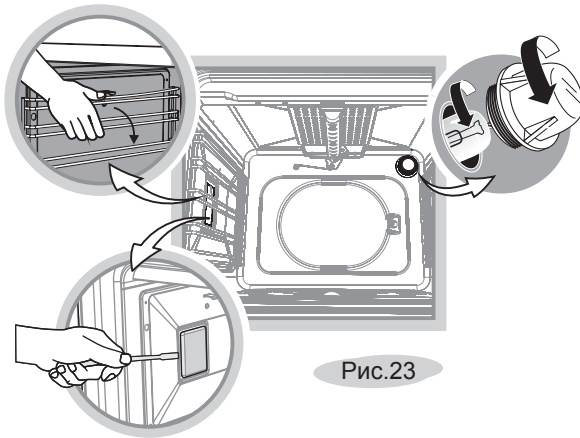

Рис.23
- Открутите стеклянный плафон (рис.23)
- Плафон боковой подсветки, при наличии, снимается с небольшим усилием. (рис. 23)